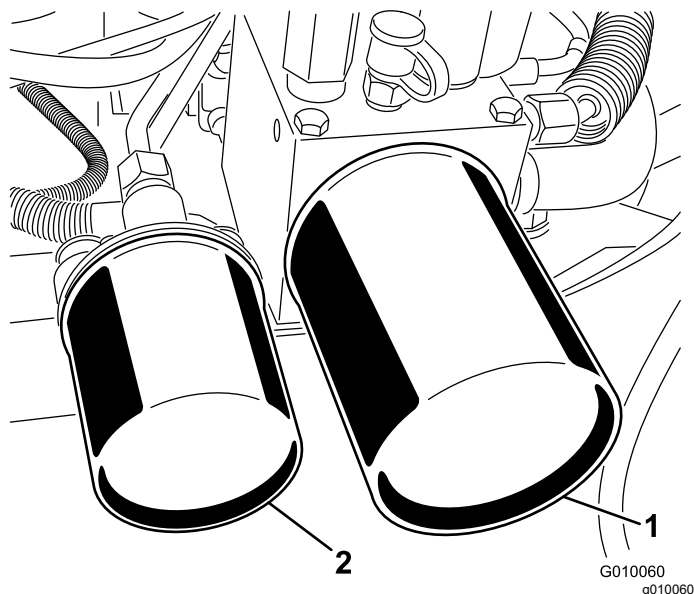

**Figura 63**
2. Coloque um recipiente de escoamento debaixo dos filtros, retire os filtros velhos e limpe a superfície da junta do adaptador do filtro (Figura 63).